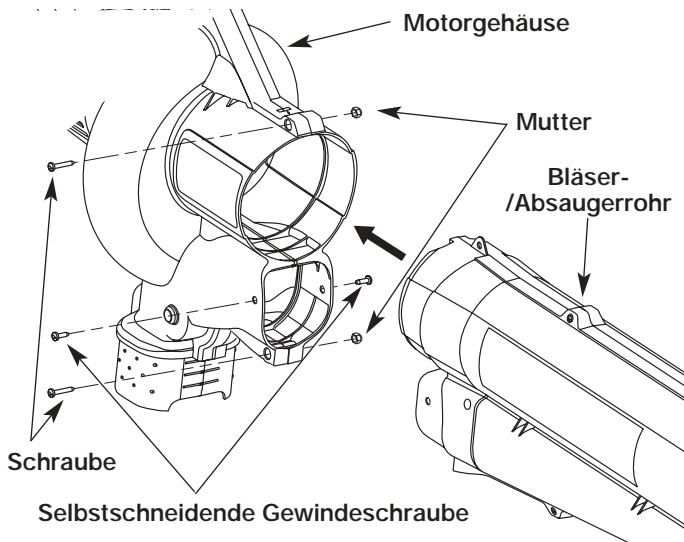

Abb. 1
2. Das Bläser-/Absaugerrohr vollständig in die Gehäuseöffnung des Motors schieben, damit die Öffnungen der Verschlüsse des Bläser-/Absaugerrohrs mit den Schraubenlöchern des Gehäuses übereinstimmen (Abb. 1).
2. Die 2 (zwei) Schrauben und Muttern, die das Bläser-/Absaugerrohr am Gehäuse befestigen, entfernen (Abb. 1).